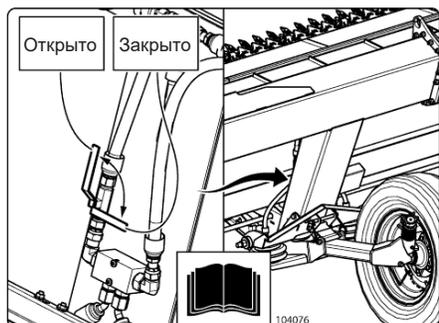

Рис. 10
4. Установите жатку в ЖЕСТКИЙ режим. Поднимите жатку над землей и создайте давление в зависимости от ширины жатки, как показано в таблице ниже, закройте запорные клапаны копирующих колес (Рис. 10ис. 10), затем перейдите к 8 на странице 10.
3. Закройте оба запорных клапана копирующих колес (См. Рис. 10.)